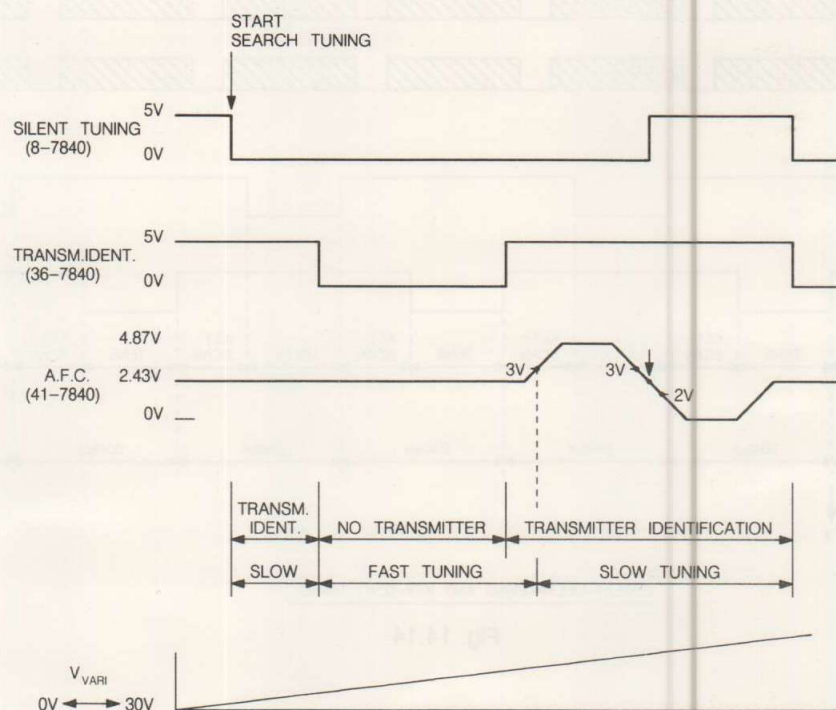

Fig. 14.15
14.4.9 Automatisch afstemmen (search tuning) (fig. 14.15)